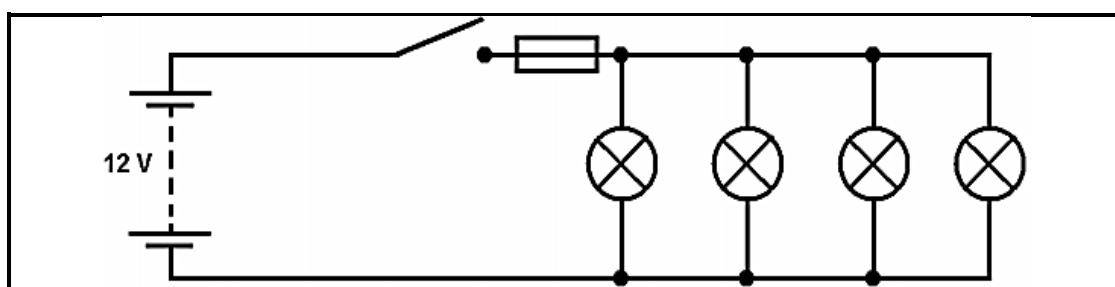

Figure 1 : Circuit d'éclairage du véhicule, un ensemble de quatre (04) longues portées.
I.2.2 Pour avoir une bonne visibilité, elle décide de faire installer dans le circuit d'éclairage de son véhicule, un ensemble de quatre (04) longues portées d'une puissance totale de **400W** sur le faisceau (câble) pré-câblé d'origine dont le schéma de principe vous est présenté à la **figure 1** ci-dessous.